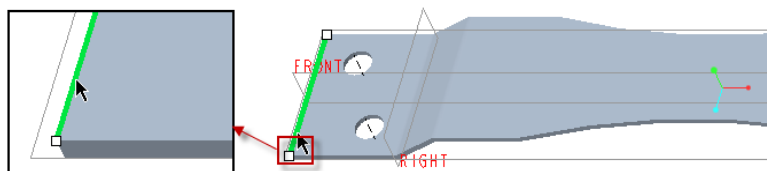

图 6-159 指定连接边
(1) 从功能区“模型”选项卡的“形状”组中单击  (法兰) 按钮, 打开“凸缘”选项卡。
(2) 指定法兰壁的形状选项为“用户定义”。
(3) 在图形窗口中选择图 6-159 所示的边作为连接边。